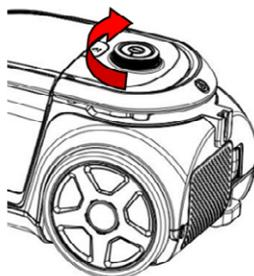

Fig. 6
6. **Fig 6: Regolazione della potenza di aspirazione:**